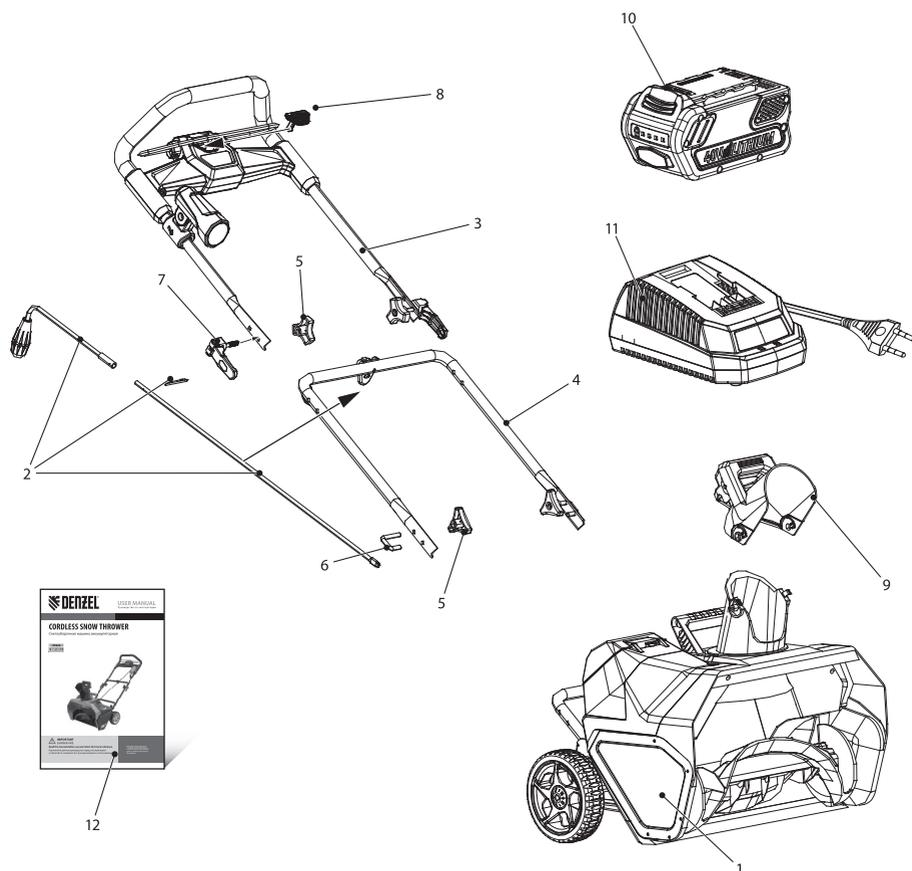
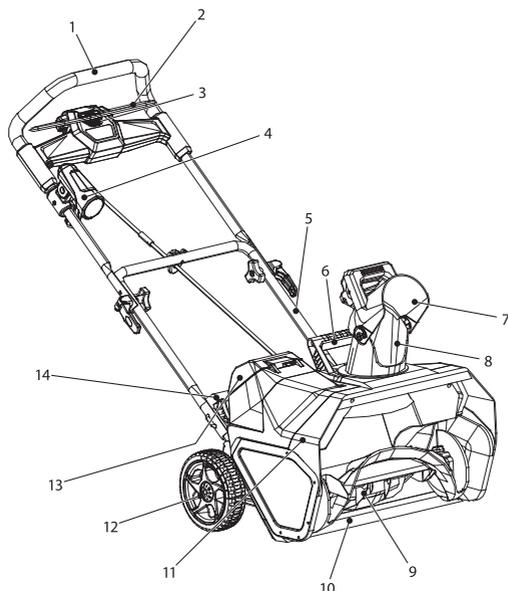

рис. 1.
рис. 2.
1. Установите центральную стойку (рис. 2, поз. 5) на снегоочиститель (нижнюю стойку (рис. 2, поз. 14)), и закрепите ее скобами (рис. 1, поз. 6) и гайками (рис. 1, поз. 5) с обеих сторон.
2. Установите верхнюю рукоятку (рис. 2, поз. 3) на центральную стойку и закрепите ее с обеих сторон.
Перед установкой аккумулятора убедитесь в том, что рычаг включения (рис. 2, поз. 2) находится в положении «Выключено».